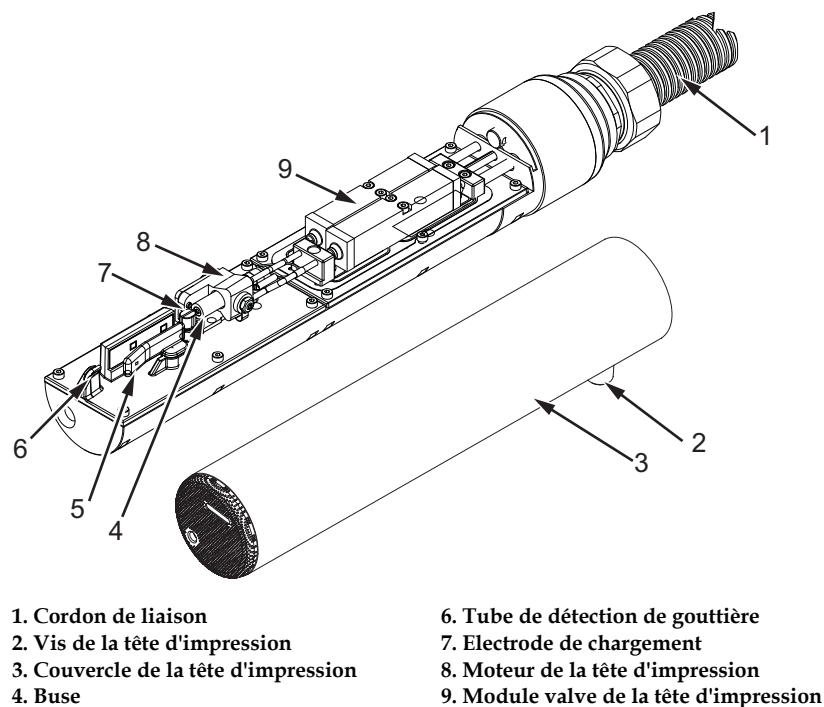

Figure 6-4: Tête d'impression
- 3 Dévissez la vis du couvercle (élément 2, Figure 6-4 à la page 6-8) et enlevez le couvercle de la tête d'impression (élément 3).
- Tube de détection de gouttière (Article 6, Figure 6-4)